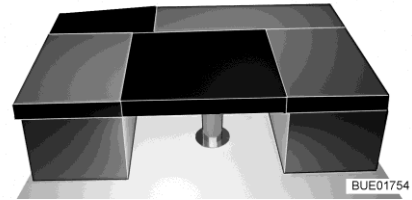

Fig. 163 Después de la transformación
- Colocar el cojín adicional rectangular en la mesa (entre los cojines de asiento de los bancos, véase Fig. 163).